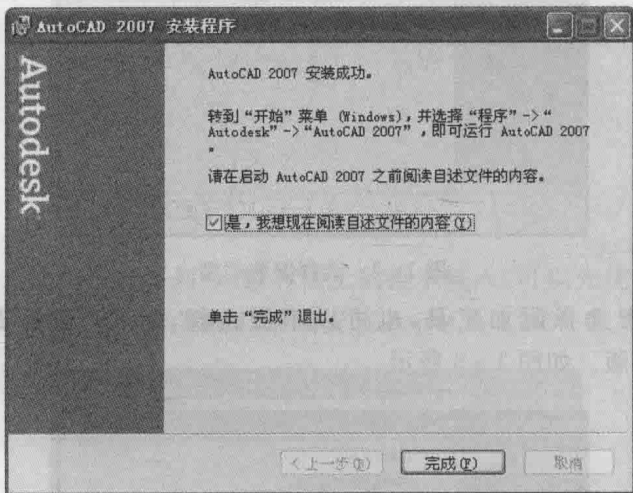

图 1-10 安装完成
(7) 至此,AutoCAD 2007 中文版就已安装完成,单击“完成”按钮,如图 1-10 所示。